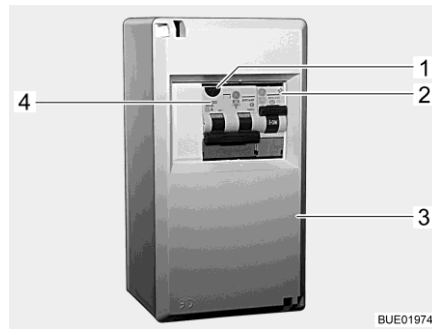
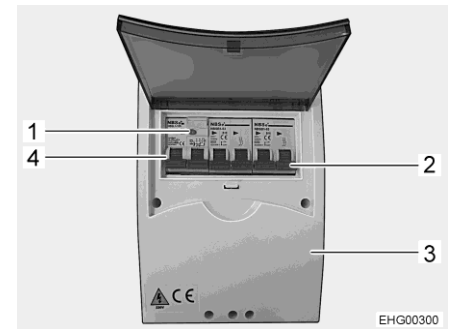

Bild 122 230-V-Sicherungskasten
Bild 123 230-V-Sicherungskasten (Variante)
- Die Leitungsschutzschalter (Bild 122,2, Bild 122,4 oder Bild 123,2, Bild 123,4) im Sicherungskasten (Bild 122,3 oder Bild 123,3) ausschalten.
- Wenn das Fahrzeug an die 230-V-Versorgung angeschlossen ist, die Prüftaste (Bild 122,1 oder Bild 123,1) des kombinierten Fehlerstrom-/Leitungsschutzschalters (Bild 122,4 oder Bild 123,4) im Sicherungskasten (Bild 122,3 oder Bild 123,3) drücken. Der Fehlerstrom-Schutzschalter muss auslösen.